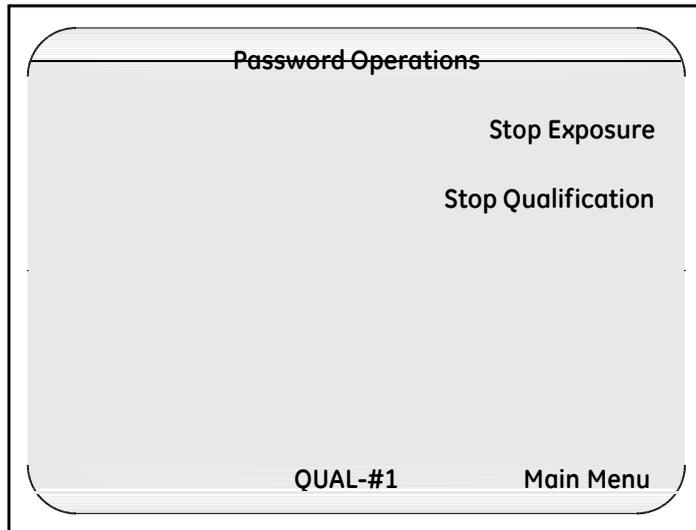

图 75: 密码操作 (停止暴露) 界面
**Password Operations 密码操作** 界面显示, 如图 75 所示.